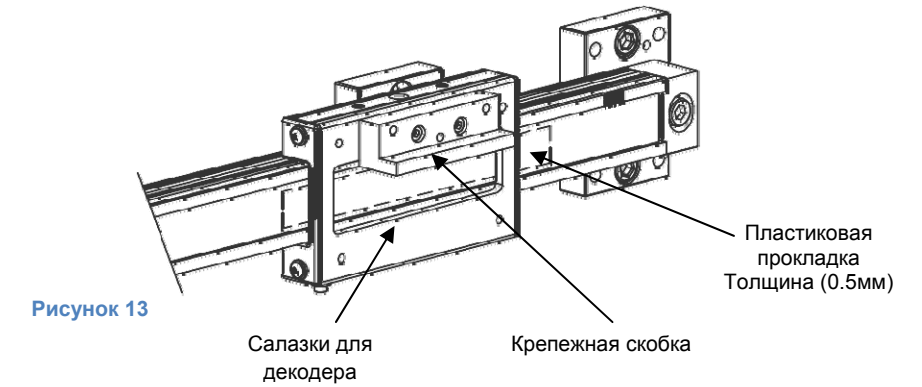

Рисунок 13
- Установите пластиковую прокладку (0.5мм) на линейку и перенесите ее под салазки. Рисунок 13.